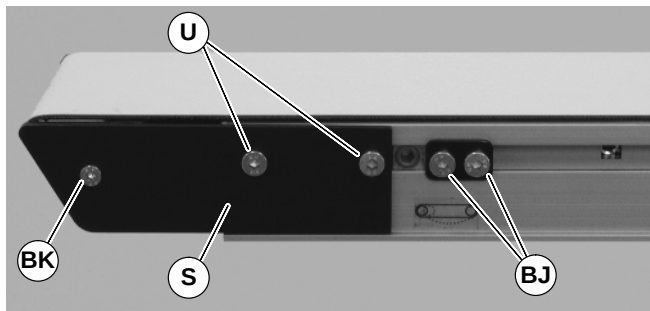

Abbildung 48
1. Zu beiden Seiten des Förderbandes mit einem 4 mm Innensechskantschlüssel die Nocken-Befestigungsschrauben lösen (BJ siehe Abbildung 48) und die Nockenbaugruppen zur Mitte des Förderbandes schieben.
5. Nach dem Austauschen der Lager die vordere Deckplatte wieder installieren (S siehe Abbildung 48). Mit einem 3 mm Innensechskantschlüssel (1) eine Befestigungsschraube (BK) mit 3,4 Nm festziehen. Zwei (2) Befestigungsschrauben (U) lose lassen, damit der Gurt gespannt werden kann.